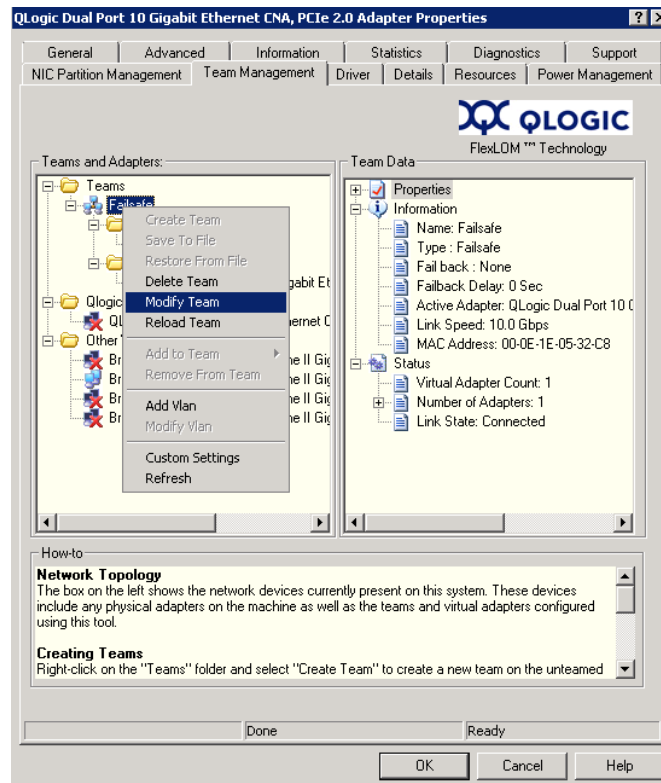

Abbildung 3-11. Ändern von Team-Eigenschaften
2. Klicken Sie im Kontextmenü auf **Modify Team** (Team ändern) (siehe Abbildung 3-11).